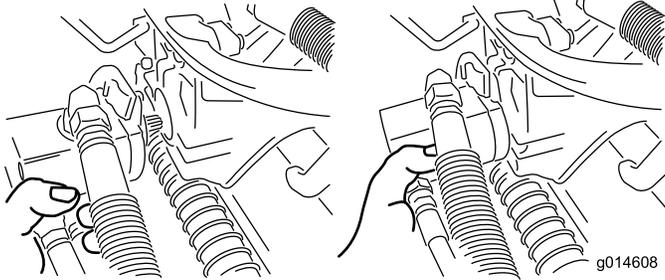

図 34
3. 外したモータは、サスペンションアームの前方にある一時保管位置にセットしておく 図 34。